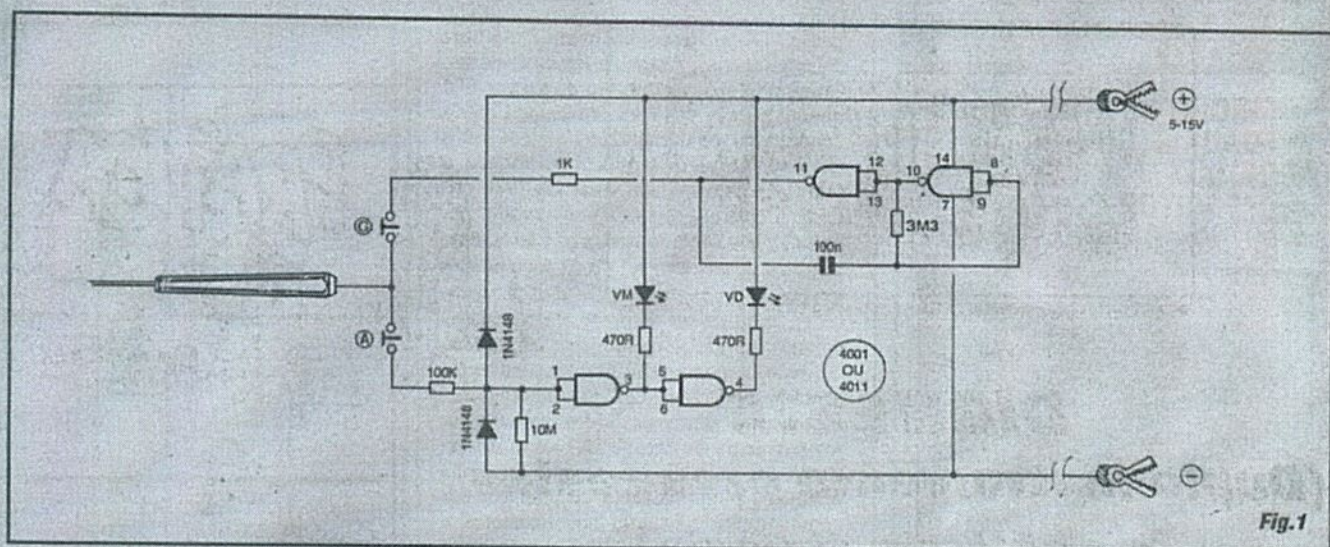

Fig. 1
- FIG. 1 - DIAGRAMA ESQUEMÁTICO DO CIRCUITO - O arranjo "divide em dois", para a realização das desejadas funções, um Integrado C.MOS 4001 ou 4011, indistintamente, já que embora um contenha *gates* NOR e o outro *gates* NAND, no caso todos os *gates* são utilizados como simples inversores (tendo suas duas Entradas "juntadas", sempre...). O bloco GERADOR de pulsos (que funciona, na prática, como uma espécie de "INJETOR" DE SINAIS DIGITAIS...) é formado pelos *gates* delimitados pelos pinos 8-9-10 e 11-12-13, que estão organizados em ASTÁVEL (já vimos tal estrutura em "Aulas" imediatamente anteriores da presente série...), oscilando em Frequência bem baixa, basicamente determinada pelos valores do resistor de 3M Ω e capacitor de 100nF. Dessa forma, quando premido o *push-button* G, através do resistor protetor e limitador de 1K um "trem" de pulsos, lentos, facilmente "acompanháveis", é oferecido pela ponta de prova, podendo ser "injetado" em qualquer Entrada de *gate*, bloco, módulo ou circuito digital C.MOS, proporcionando assim uma prática análise dinâmica do dito cujo! No outro bloco do DITE, utilizamos os dois *gates* (delimitados pelos pinos 1-2-3 e 4-5-6...) como um mero par de inversores, "enfileirados", com cada Saída (pinos 3 e 4...) comandando um LED (respectivamente *vermelho* e *verde*...) através de resistores de proteção de 470 Ω ... A Entrada geral desse módulo situa-se nos pinos 1-2 ("juntados") do Integrado, mantida em *stand by* sob condição digital "baixa" (pela presença do resistor de 10M Ω e cuidadosamente protegida contra "picos" de Tensão, excessos momentâneos ou